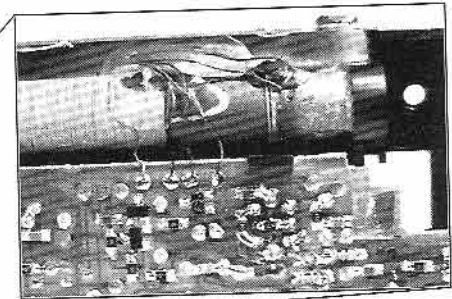

Fig.10
- Leiterplatte an der Batteriefachseite anheben und aus den oberen Rastungen ziehen. **Achtung: Die Anschlüsse der Ferritantenne sind sehr kurz** (Fig.10).
- Lift the PCB at the side of the battery case and pull it out of the top side latches. **Attention: The connections of the ferrite antenna are very short** (Fig.10).